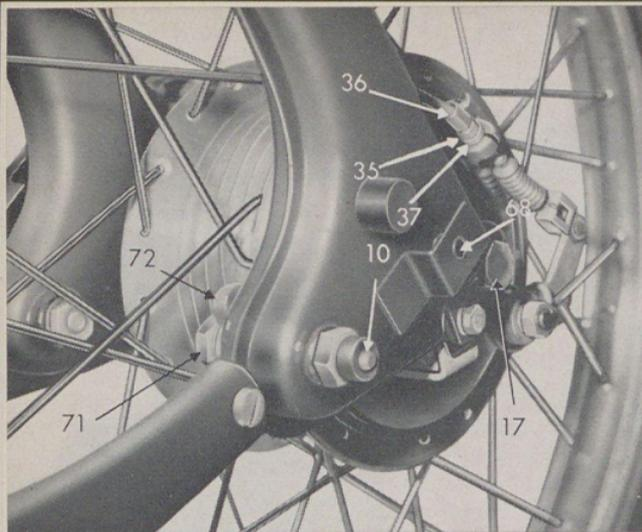

Bild 8
#### 6. Der Aus- und Einbau des Vorderrades Schwinggabel (Bild 8)
- c) Beidseitiges Herausdrehen der Befestigungsschrauben 68 (Bild 8) und Abnehmen der Zierkappen
Beim Einbau des Vorderrades ist darauf zu achten, daß der an der rechten Innenseite der Vorderradgabel befestigte Abstützbolzen 71 in die Aussparung des Bremsschildarmes 72 greift (Bild 8).
Zur Schmierung dienen die beidseitig angebrachten Schmiernippel 10 (Bild 8), die bei den drei Inspektionen und alle weiteren 1000 km mit Hochdruck-Fett abzuschmieren sind.